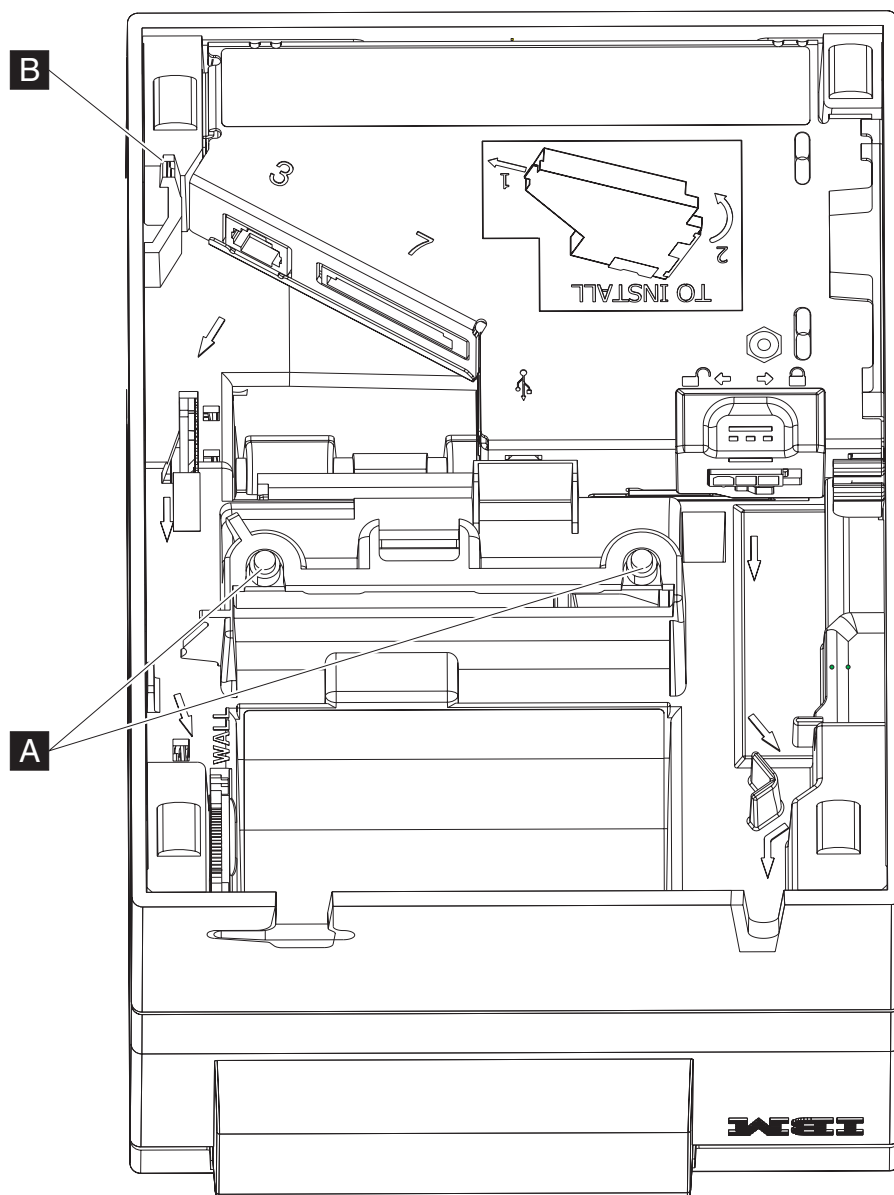

图 13. 墙面挂装插槽
3. 将打印机部件基座上的两只圆形插槽（图 13 中的 **A**）与挂装物上的两只 D 形标杆对齐。并请确保挂装物一角附近的挂钩与打印机部件一角的插槽（**B**）对齐。